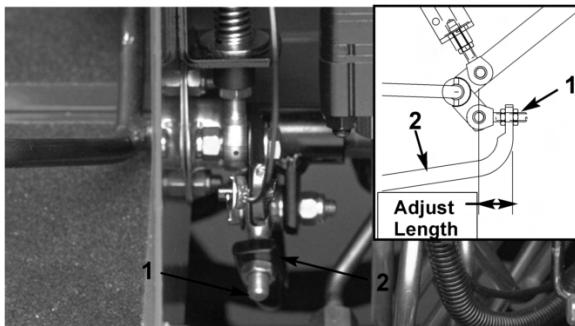

Bild 47
4. Stellen Sie die Bundmuttern am Pumpenstangenende ein, um die Pumpensteuerungsstange nach vorne zu verschieben, um ein Verschieben nach vorne zu vermeiden, oder um die Pumpensteuerungsstange nach hinten zu verschieben, um ein Verschieben nach hinten zu vermeiden (Bild 47).